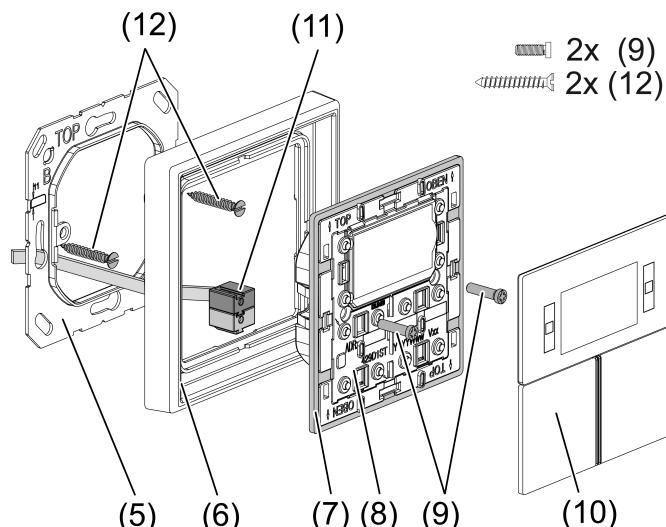

Bild 2: Montage Regler-Modul
- Adapterrahmen (7) lagerichtig von vorn auf das Modul (8) aufrasten (siehe Bild 2). Kennzeichnung TOP = oben beachten.